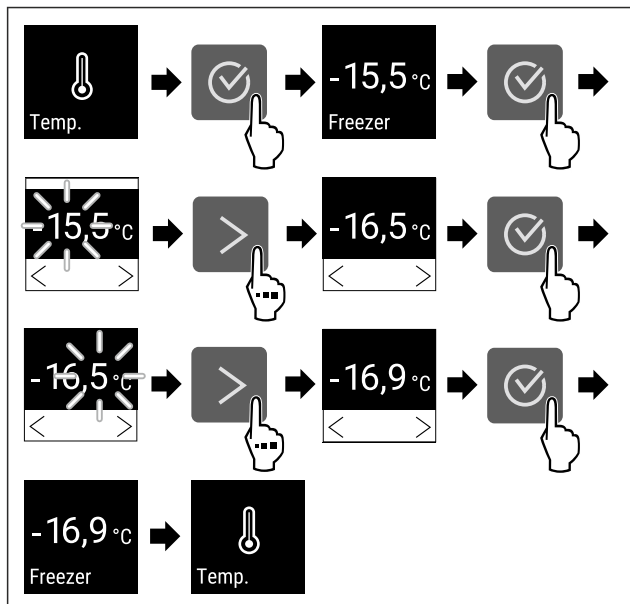

Fig. 66 Temperatūros keitimas iš -15,5°C į -16,9°C
- ▶ Atlikite veiksmus (žr. Fig. 66).